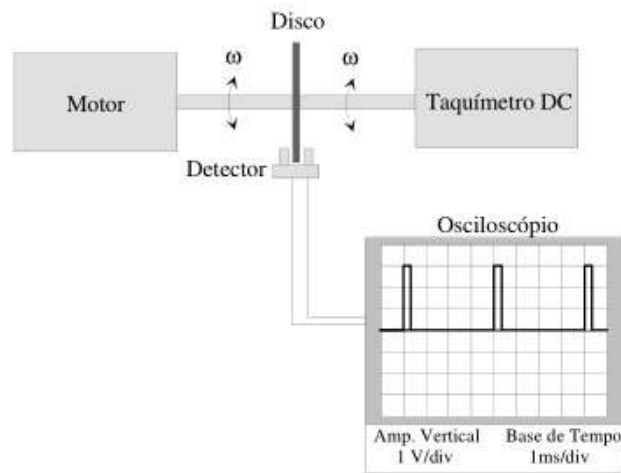

Figura 3
7. Considere o sistema de medição de velocidade de rotação representado na figura 3. Ao veio do motor está acoplado um disco com um determinado número de ranhuras uniformemente distribuídas ao longo do seu perímetro, bem como o veio de um taquímetro eletromagnético, cuja sensibilidade média é 50 mV/rps. O sinal de saída do detetor de proximidade é visualizado num osciloscópio.